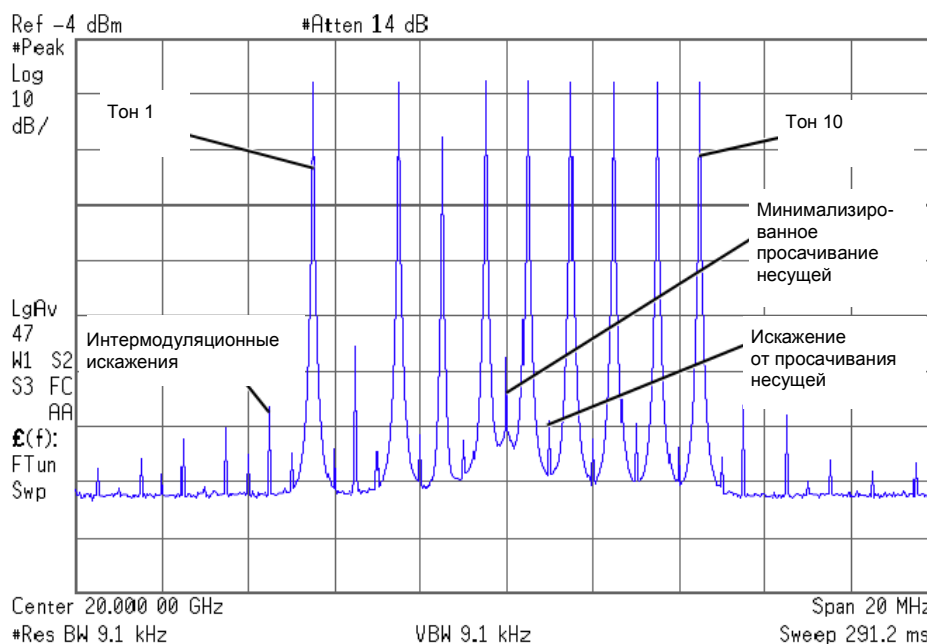

Рисунок 9-6
10. Измерьте разность мощностей между тоном и продуктом интермодуляционных искажений. Изображение на экране будет аналогично тому, что показано на рисунке ниже (**Рисунок 9-6**). Теперь оптимизированный многотоновый сигнал можно применять для измерения интермодуляционных искажений у объекта испытаний.